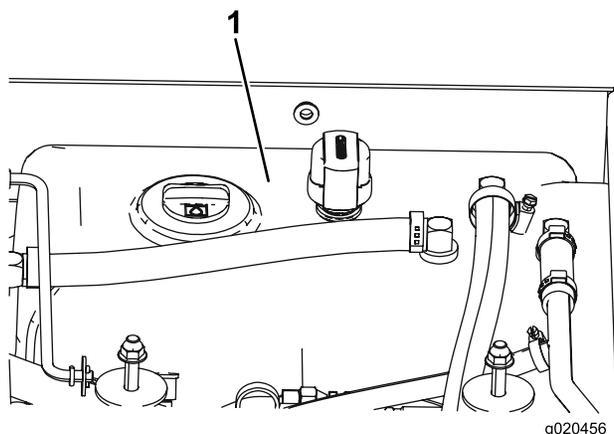

Figura 71
3. Encha o reservatório (Figura 71) com fluido hidráulico; consulte Verificar o fluido hidráulico (página 28).